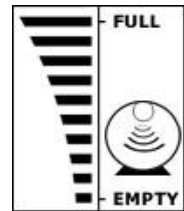

Fig. 11
- 5) Le récepteur montre toutes les barres devant Full, bien que la citerne ne soit pas pleine (fig 11).